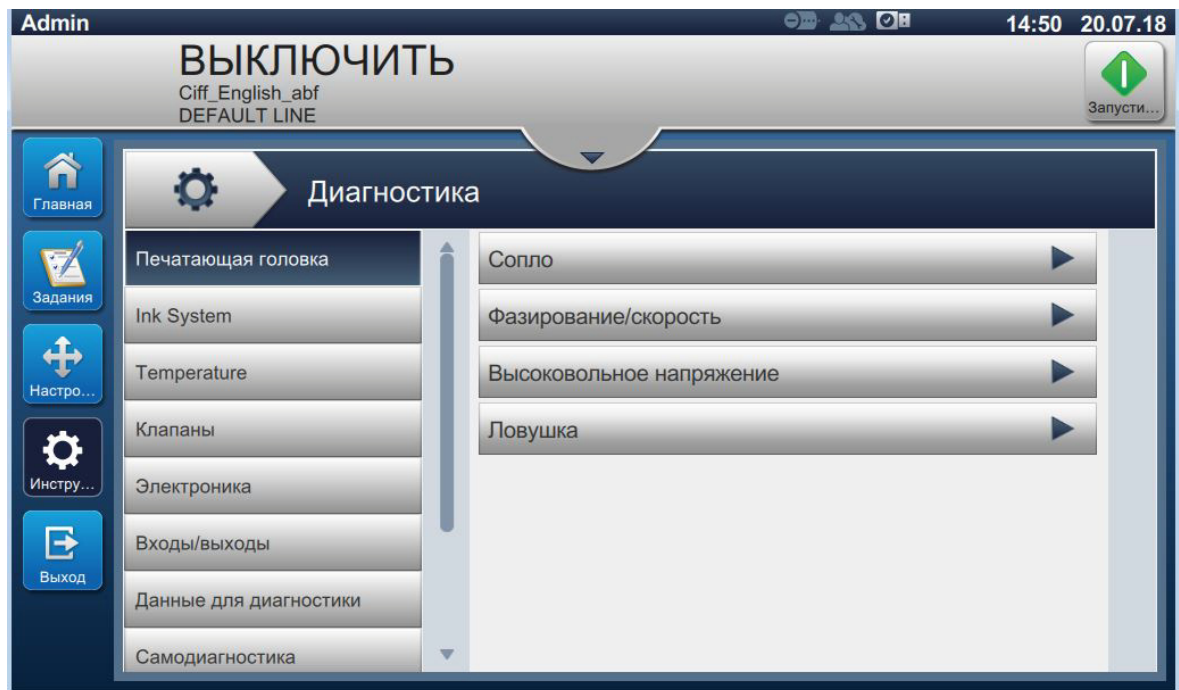

Рис. 6-23: Диагностика
1. Нажмите кнопку  на экране «Инструменты». Откроется экран «Диагностика», как показано на Рис. 6-23.